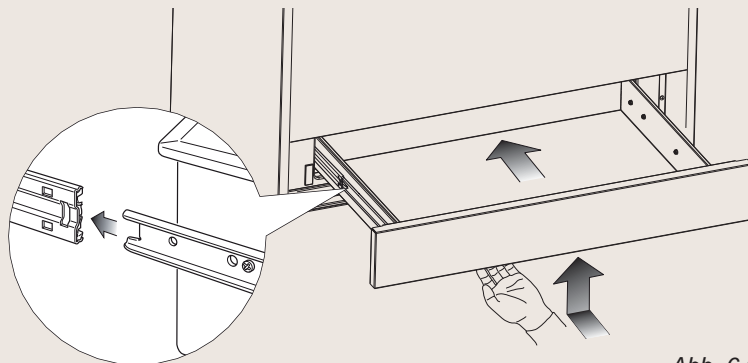

Abb. 6.6
1. Die Schienen des Schubfachs in die Führungsschienen am Korpus einsetzen (Abb. 6.6).